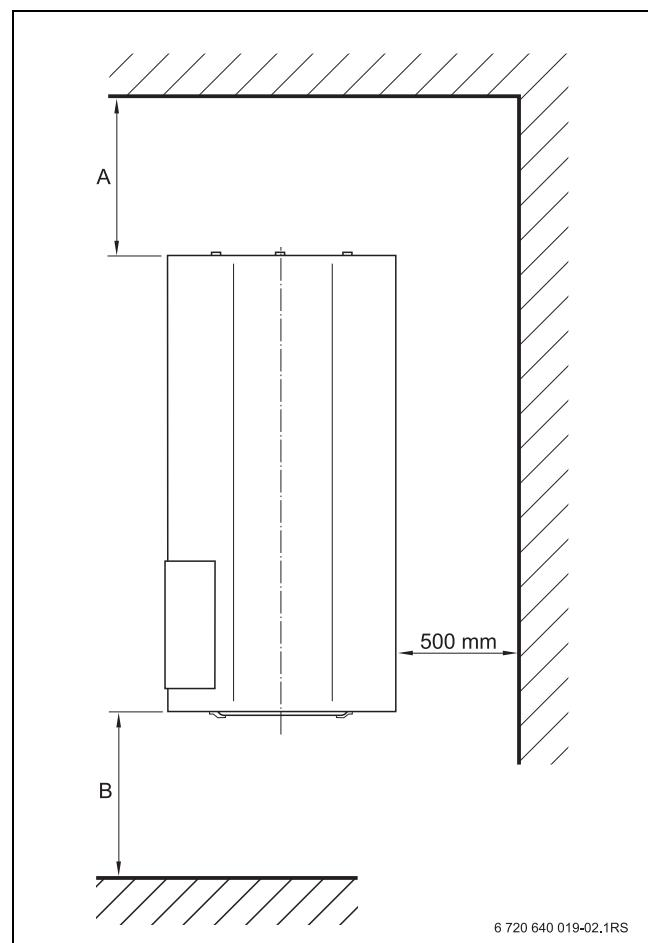

Рис. 5 Минимальные расстояния
- Выдерживайте минимальные расстояния в помещении, где устанавливается бак, необходимые для проведения монтажа, техобслуживания и ремонта (→ рис. 5).